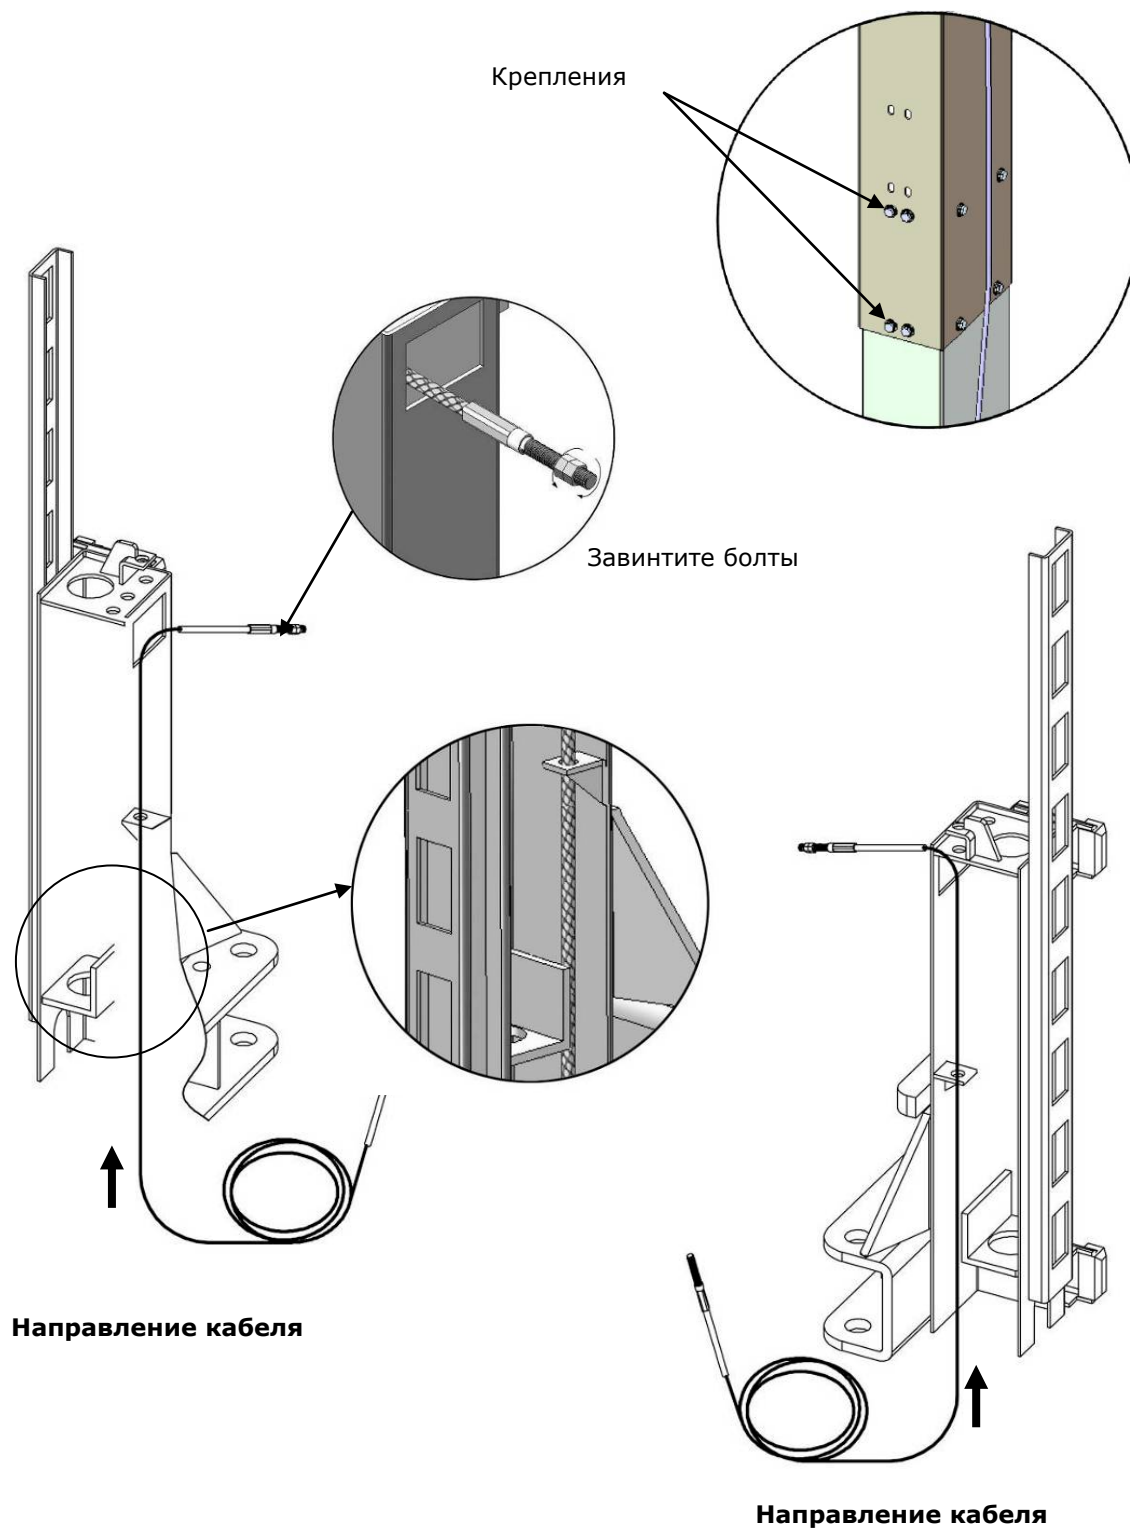

Рис. 24
2.1. Протяните троса под каретками и зафиксируйте болтами (See Fig. 24).